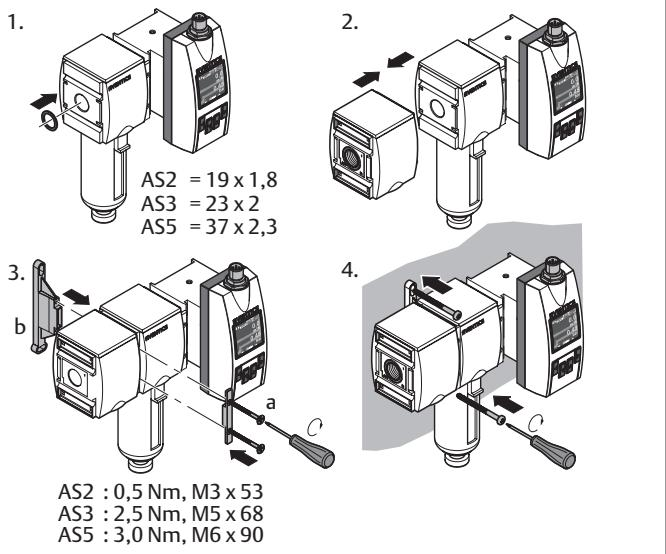

Рис. 4: Монтаж с помощью крепежной скобы | W03
- Монтаж с помощью крепежной скобы: → Рис. 4.